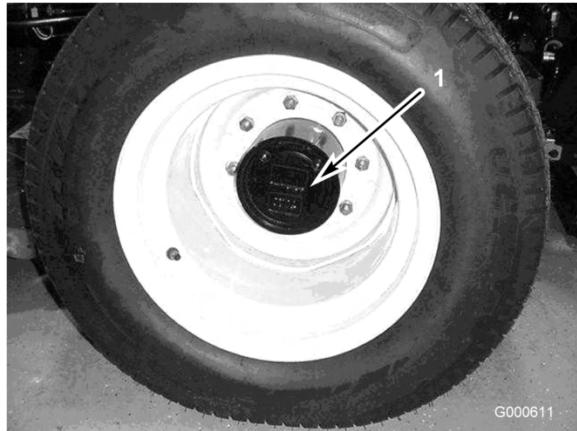

Figura 45
1. Con la máquina en una superficie nivelada, coloque la rueda de manera que el tapón de verificación/drenaje (Figura 45) esté en la posición más baja (a las seis).